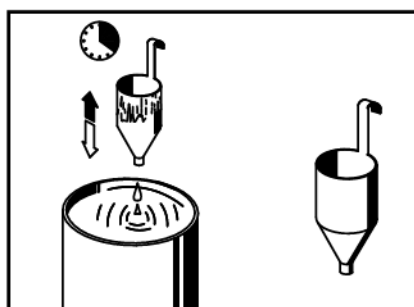

Fig. 2
Para se determinar a viscosidade da tinta, primeiro mexa bem a tinta, depois mergulhe o copo medidor de viscosidade (25) na tinta e encha completamente o copo. Levante o copo e meça o tempo necessário para que a tinta se esgote, o que dará um Segundo de DIN. A viscosidade máxima para este produto é no máximo DIN-100 (para bico de 2,5 mm) 100 segundos ou DIN-50 (para bico de 2,0 mm) 50 segundos (Fig. 2). Se o tempo levado for demasiado longo, afine a tinta utilizando o meio apropriado (de acordo com as instruções do fabricante da tinta).